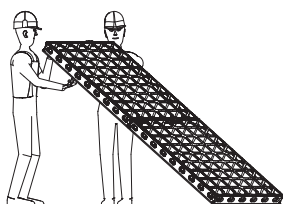

Fig. B1.02
3. Acheminement de l'ensemble vers le lieu de mise en œuvre par deux personnes. (Fig. B1.02 + B1.02a)